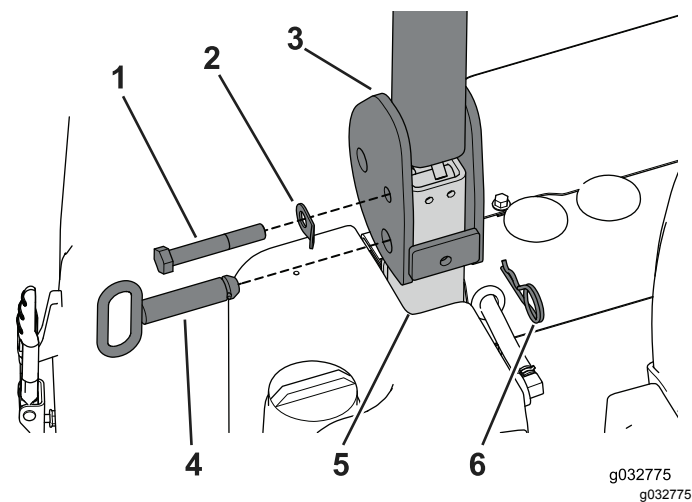

Figure 130
1. Alignez les trous de l'arceau de sécurité et ceux du tube inférieur du ROPS (Figure 130).
2. Placez le boulon de pivot et la rondelle du cordon dans les trous supérieurs de l'arceau de sécurité et le tube inférieur du ROPS, puis serrez le boulon à la main (Figure 130).
4. Placez les goupilles de blocage de pivot dans les trous inférieurs de l'arceau de sécurité et le tube inférieur du ROPS, et fixez-les en place avec les goupilles fendues (Figure 130).